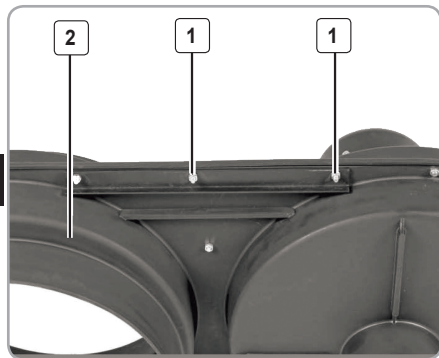

Fig.3
- Desfaceți cele două piulițe Fig. 3 (1) pe ambele părți ale carcasei din material plastic Fig. 3 (2)